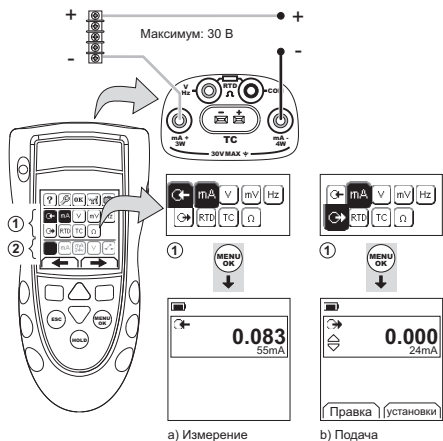
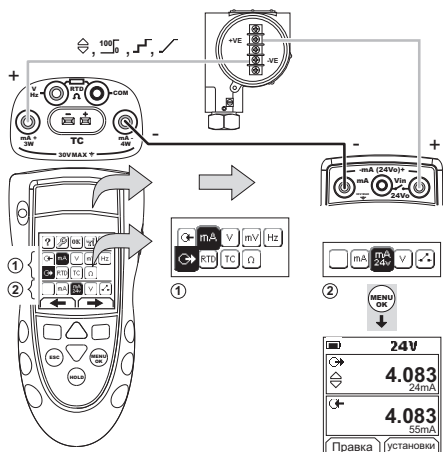
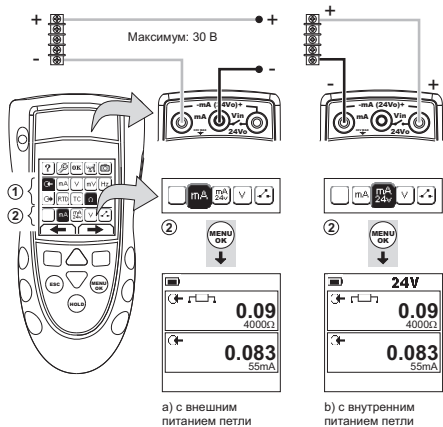

Рисунок 1: Пример конфигурации - Для измерения/подачи мА с внешним питанием петли (Область ①)
Рисунок 2: Пример конфигурации - Для подачи мА с внутренним питанием петли (Область ①)
Рисунок 3: Пример конфигурации - Для измерения мА (Измерение/генерация, область ②)
1. Подключите прибор (Рисунок 1, Рисунок 2 или Рисунок 3), и при необходимости, отрегулируйте Настройку (Таблица 1).